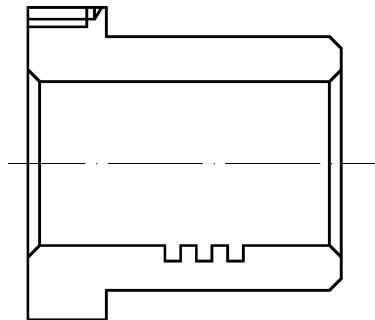

图11-39 绘制锯齿齿形示例
3) 绘制锯齿齿形。选择“粗实线”为当前图层，打开正交模式，选择“绘图”面板→“直线”命令，采用连续的直线距离方式和输入4，可以绘制出齿形，如图11-39所示。